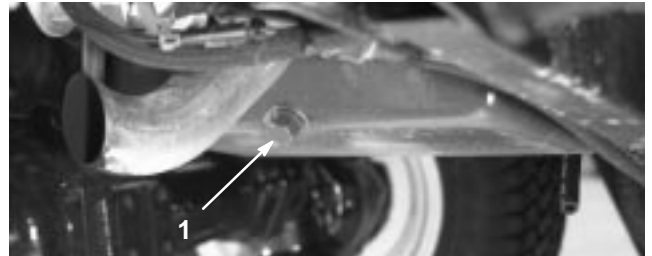

Bild 46
1. Entfernen Sie die Ablassschraube (Bild 46) und lassen das Öl in ein Auffanggefäß ab. Schrauben Sie die Ablassschraube wieder ein, nachdem das Öl abgelaufen ist.